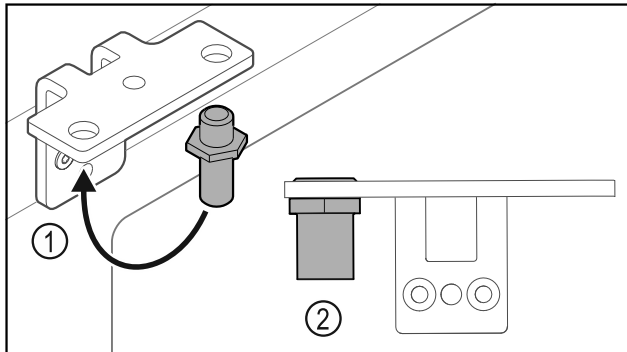

Fig. 28
- ▶ Prestavite sornik v kotniku tečajev vrat Fig. 28 (1).
- ▶ Sornike Fig. 28 (2) zategnite **z zateznim momentom 12 Nm**.